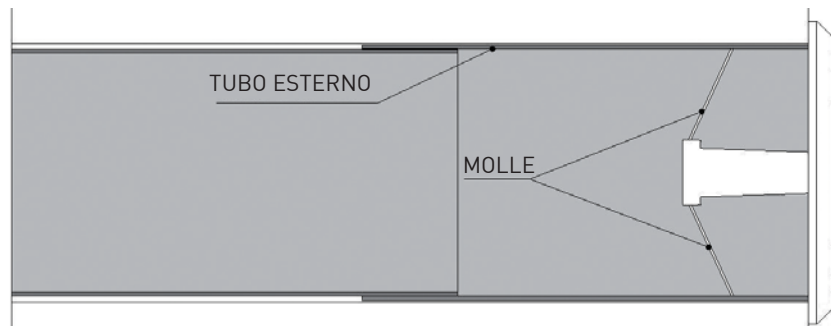

Fig. 6
2. Inserire la griglia "dentro fuori" comprimendo le molle sul tubo esterno (fig. 6)